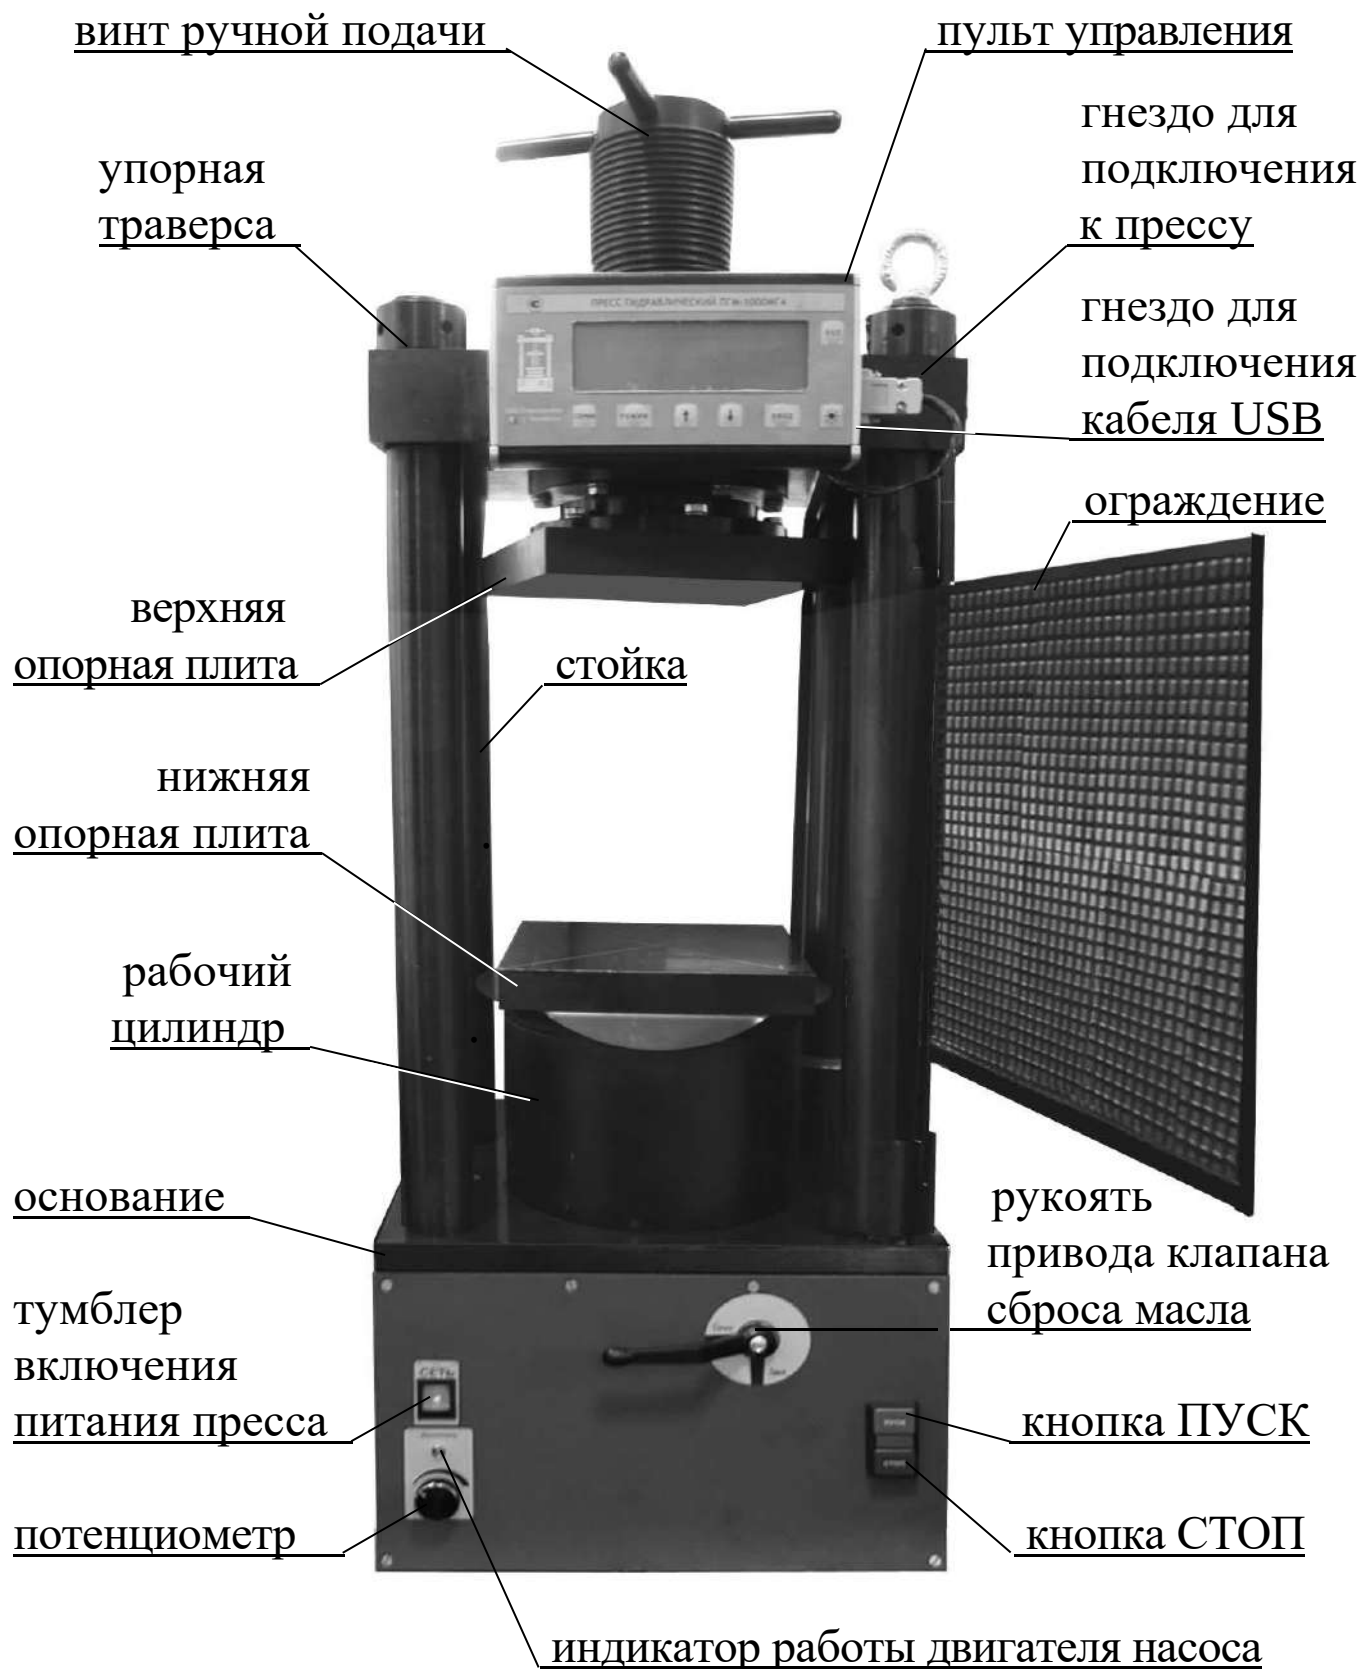

Рисунок 1.а – Внешний вид пресса. Вид спереди
1.4.2 Конструктивно пресс представляет собой машину, состоящую из нагружающего устройства и силоизмерителя. Внешний вид пресса показан на рис. 1а и 1б.